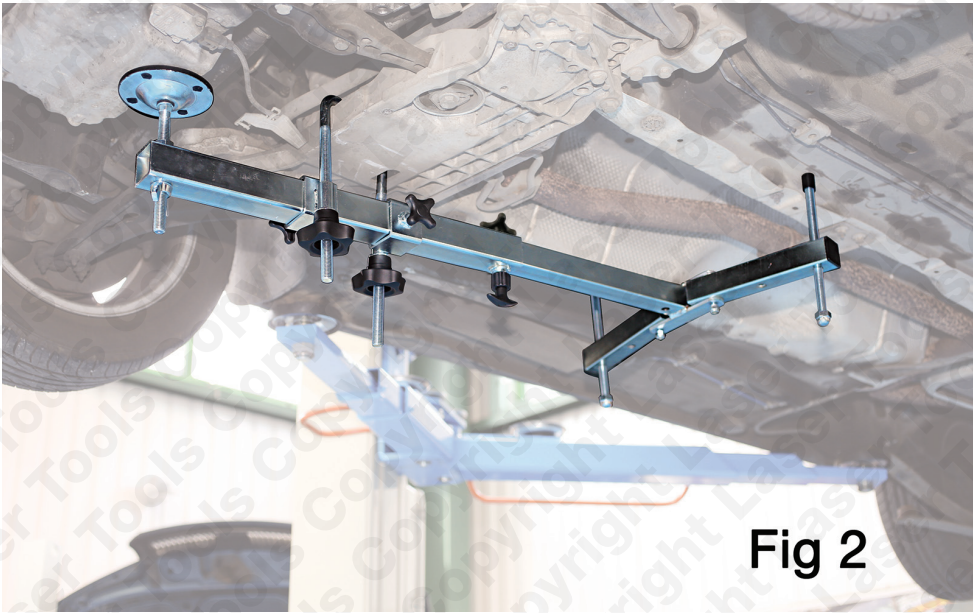

Fig 2
- Consulte la **Fig 2**. Esta es una representación del bastidor de soporte 5750 instalado.